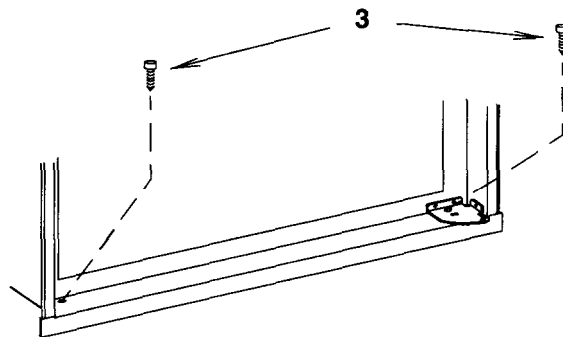

FIG. 4
2. Når sokkelfronten er **skjøvet** godt under styrebrikken lar den seg vri **på** plass, jfr. fig.4.
3. Fest kjeleskapet og sokkelfronten med to skruer: En skru gjennom styrebrikken, og **på** andre siden en skru gjennom sokkelfronten. (Fig. 4).